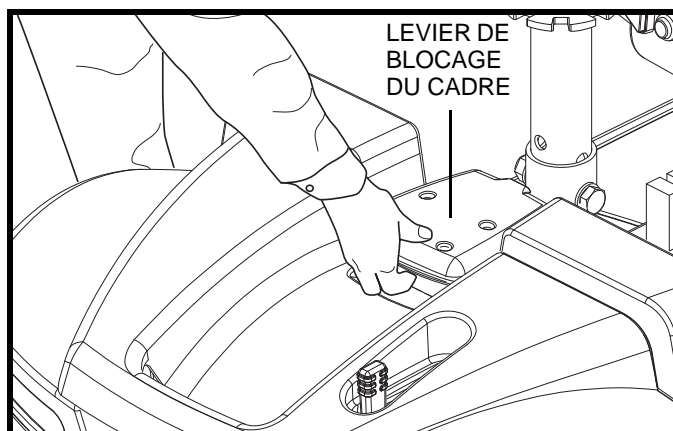

Figure 21. Levier de blocage du cadre
3. Relevez le levier de blocage du cadre. **Voir la figure 21.**